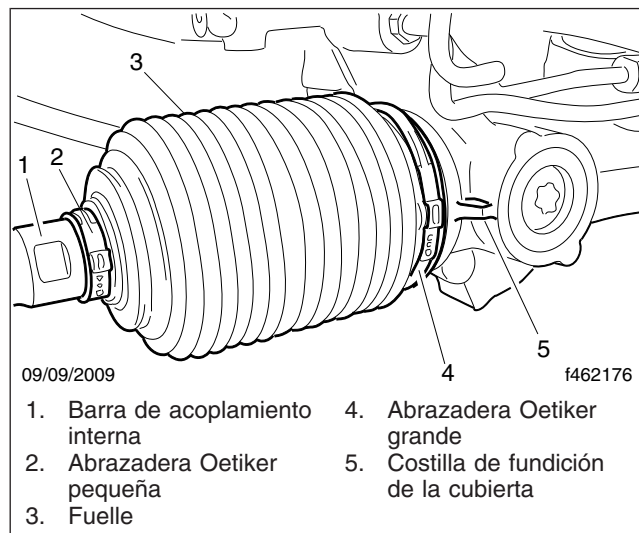

Figura 7, Alineamiento de la abrazadera Oetiker
- 14.2 Confirme que la abrazadera Oetiker grande esté asentada correctamente en el surco provisto para ella del fuelle. Alinee la oreja de la abrazadera Oetiker grande con la oreja de la abrazadera pequeña. Ambas orejas de abrazadera deben estar alineadas con la costilla de fundición de la cubierta de la cremallera. Vea la Figura 7.